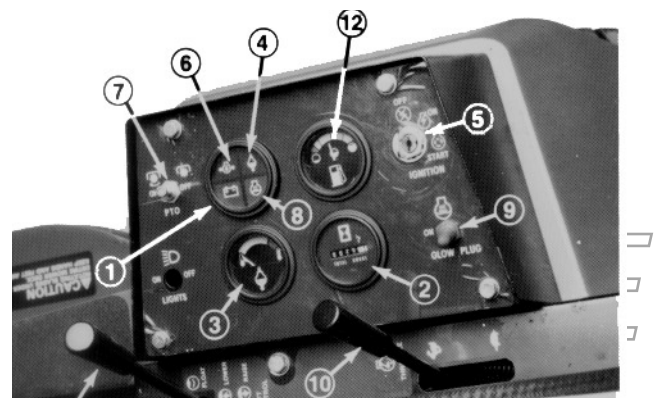

Fig. 10
**Amperelampe** (fig. 10)—Amperelampen skal være av når motoren går. Hvis ikke må ladesystemet undersøkes og repareres etter behov.
**Timemåler** (fig. 10)—Antall timer motoren har gått registreres av timemåleren.
**Temperaturmåler og varsellampe for høy temperatur** (fig. 10)—Kjøleteperaturmåleren måler kjøleteperaturen i systemet. Hvis temperaturen blir for høy, vil motoren automatisk slå seg av og varsellampen for høy temperatur lyser. Hvis dette skjer må du slå tenningsbryteren av, undersøke at radiatoren ikke er forurenset, undersøke vifteremmen og kjølemiddelnivået i ekspansjonstanken. Avstengning ved høy temperatur vil automatisk tilbakestilles når kjølevæskens temperatur har falt igjen.
**Varsellampe for lavt oljetrykk** (fig. 10)—Hvis motoroljens trykk faller for mye, vil lampen lyse. Stopp motoren og reparér før du fortsetter.
**Kraftuttaksbryter** (fig. 10)—Trekk vippebryterhåndtakets krage opp og sett håndtaket i stilling PÅ for å KOBLE INN den elektriske kraftuttaksclutchen. Trekk kragen opp og sett håndtaket i stilling AV for å KOBLE UT clutchen. Eneste gang kraftuttaksbryteren skal være INNKOBLET er når utstyret er nede i arbeidsstilling og klar til å begynne.
**Tenningsbryter** (fig. 10)—Brukes til å starte og stoppe motoren. Den har tre stillinger: AV, KJØR og START. Drei nøkkelen med urviserne—START-stilling—for å koble startermotoren til. Slipp nøkkelen når motoren starter. Nøkkelen vil automatisk gå til PÅ-stilling. For å slå motoren av dreies nøkkelen mot urviserne til AV-stilling.
**Glødepluggbryter og indikator** (fig. 10)—Brukes til å forvarme motorsylindrene før kaldstart—sylindrene forvarmes automatisk ved varm motorstart. Til kaldstart skyves bryterhendelen opp og holdes mens du holder øye med indikatoren. Den lyser oransje så lenge glødepluggene er aktivert. Den tiden som går med til å forvarme sylindrene avgjøres av lufttemperaturen.
**Gasspådrag** (fig. 10)—Brukes til å kjøre motoren med forskjellige hastigheter. Flytt gasspådraget frem for å øke motorens turtall—HURTIG; tilbake for å redusere turtallet—LANGSOMT. Gasspådraget regulerer hastigheten til knivene og, sammen med fremdriftspedalen, fremdriftsenhetens hastighet.
**Hydraulisk løftehendel** (fig. 10)—Den hydrauliske løftehendelen har tre stillinger: FLYT, TRANSPORT og LØFT. For å senke klippeenheten til bakken flyttes løftehendelen fremover til stilling FLYT. Denne stillingen brukes for å klippe og når klipperen ikke er i bruk. For å løfte klippeenheten trekker du løftehendelen bakover til LØFT-stilling. Etter at klippeenheten er løftet flytter du løftehendelen til TRANSPORT-stilling. Klippeenheten må være løftet når du skal kjøre fra ett arbeidsområde til et annet.
4. Drei tenningsnøkkelen til START-stilling (fig. 10). Slipp nøkkelen straks motoren starter og la den få gå tilbake til KJØR-stilling. Sett gasskontrollen i stilling LANGSOM.